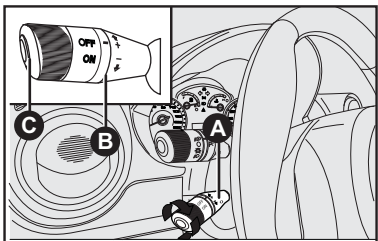

fig. 53
- Comandos - fig. 53
O piloto automático é comandado pela alavanca **A-fig. 53**.
A extremidade da alavanca **A-fig. 53** pode assumir duas posições:
Um breve toque na alavanca **B-fig. 53**, para cima (+) permite aumentar a velocidade memorizada.
Um breve toque na alavanca **B-fig. 53**, para baixo (-) permite diminuir a velocidade memorizada.
A cada acionamento da alavanca **B-fig. 53** a velocidade aumenta ou diminui cerca de 1 km/h.
Após o desligamento automático do dispositivo, o botão **C-fig. 53** permite restabelecer a velocidade memorizada.
ATENÇÃO: girando a chave da ignição na posição **STOP**, ou a extremidade da alavanca **A-fig. 53** na posição **OFF**, a velocidade memorizada é cancelada e o sistema desligado.
A extremidade da alavanca **A-fig. 53** pode ser deixada constantemente na posição **ON** sem danificar o dispositivo. No entanto, recomenda-se desativar o dispositivo quando o mesmo não for utilizado, girando o comutador na posição **OFF** para evitar memorizações acidentais de velocidade.
- girar a extremidade da alavanca **A-fig. 53** em **ON** e pisando no pedal do acelerador, levar o veículo à velocidade desejada;
- pressione o botão **C-fig. 53**.
- posicionando a alavanca **A-fig. 53** de modo momentâneo em (+).
- posicionando a alavanca **A-fig. 53** em (-) até o alcance da nova velocidade que permanecerá automaticamente memorizada.
Girar a extremidade da alavanca **A-fig. 53** em **OFF** ou a chave de ignição na posição **STOP**.